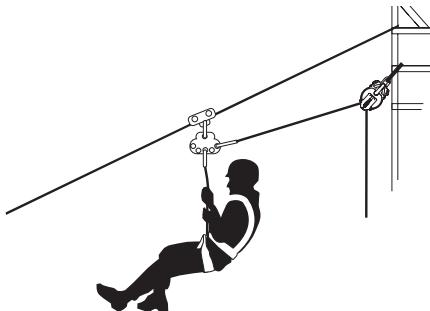

Abb. 12
- ### 7.3. Aktives Abseilen in der Schrägen (Abb. 12)